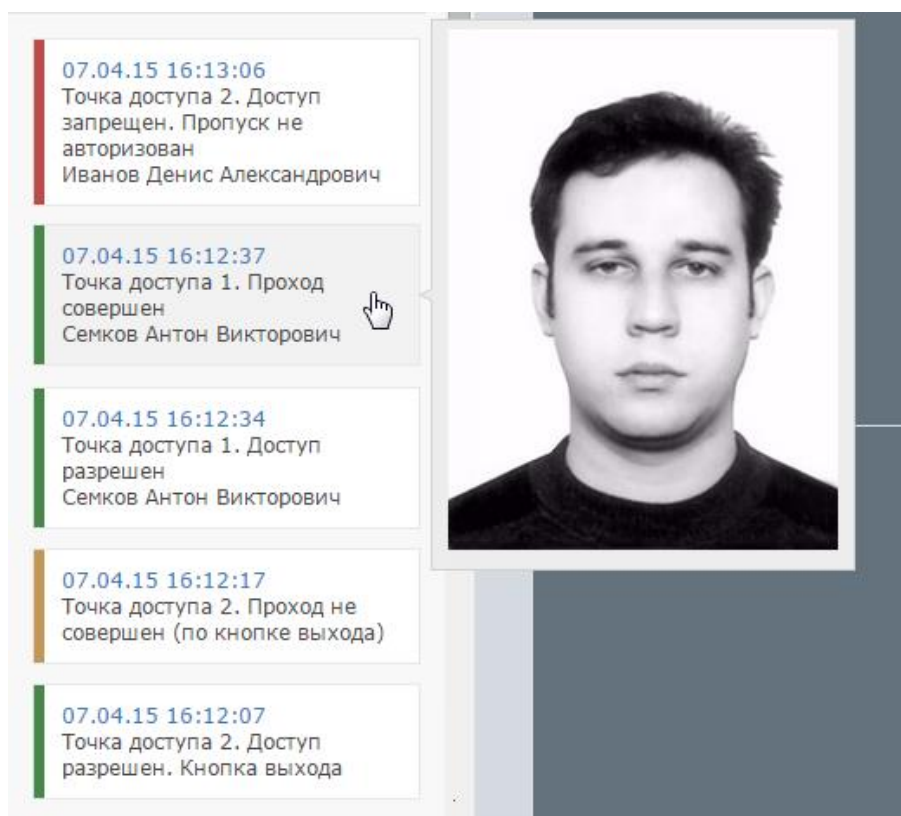

Рисунок 9.106 — Лента событий приложения «Фотоидентификация»
- Слева расположена область ленты событий системы доступа (рисунок 9.106);